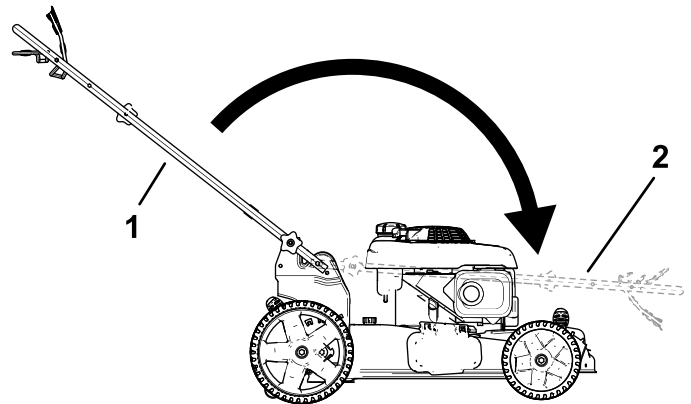

Figure 19
- Repliez le guidon en le faisant pivoter en avant (Figure 19).